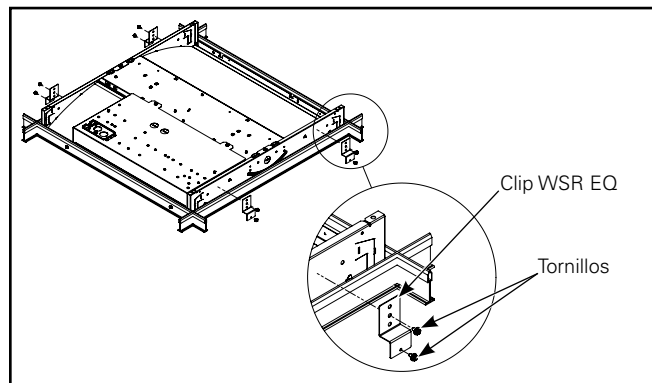
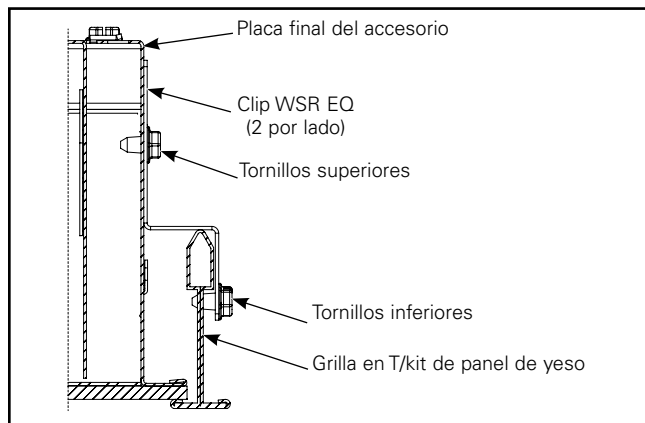
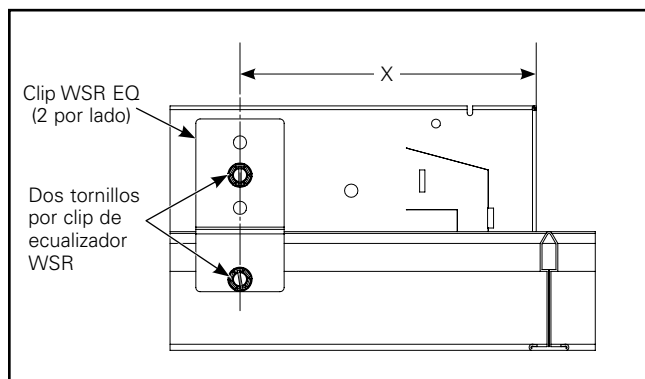

Figura 3.
Figura 4.
Figura 5.
4. Se deben instalar dos clips WSR EQ en cada uno de los extremos altos del accesorio como se muestra (Figura 3). Asegúrese de que el borde del clip esté correctamente orientado con los tres orificios consecutivos en la parte superior (Figuras 4 y 5). Luego, coloque el tornillo superior (Figura 4) por el orificio apropiado en el clip WSR EQ y dentro de la pared del accesorio, pero NO perfora la cavidad del accesorio. Luego, coloque el tornillo de la base (Figura 4) en el orificio único en la base del clip WSR EQ y en la grilla en T. Luego, atornille por el orificio circular apropiado "del clip WSR EQ" para fijar el accesorio, y la grilla en T no tiene orificios preperforados para el clip WSR EQ y deben asegurarse aproximadamente una "X" cantidad de pulgadas de los bordes (Tabla en la figura 5). Debe poder ver el extremo del tornillo desde la parte superior del accesorio. Complete estos pasos en los 4 clips WSR EQ para asegurar la carcasa a la grilla en T con los tornillos suministrados.
- Se deben instalar dos clips WSR EQ en cada uno de los extremos altos del accesorio como se muestra (Figura 3). Asegúrese de que el borde del clip esté correctamente orientado con los tres orificios consecutivos en la parte superior (Figuras 4 y 5). Luego, coloque el tornillo superior (Figura 4) por el orificio apropiado en el clip WSR EQ y dentro de la pared del accesorio, pero NO perforo la cavidad del accesorio. Luego, coloque el tornillo de la base (Figura 4) en el orificio único en la base del clip WSR